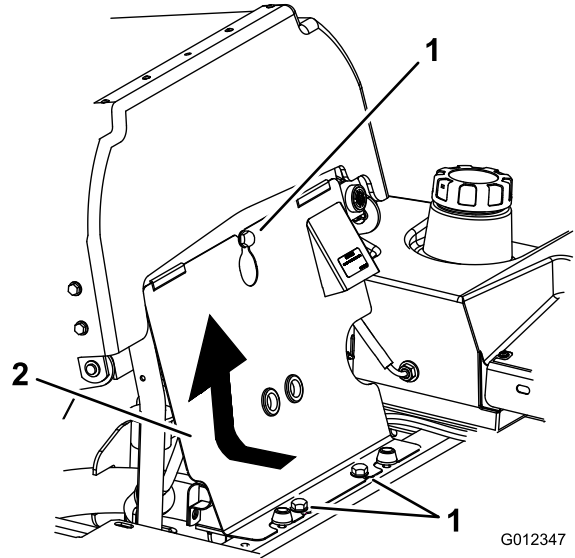

Figura 40
1. Inclíne el asiento hacia adelante, afloje los pernos que sujetan el panel delantero del motor y retire el panel (Figura 40).